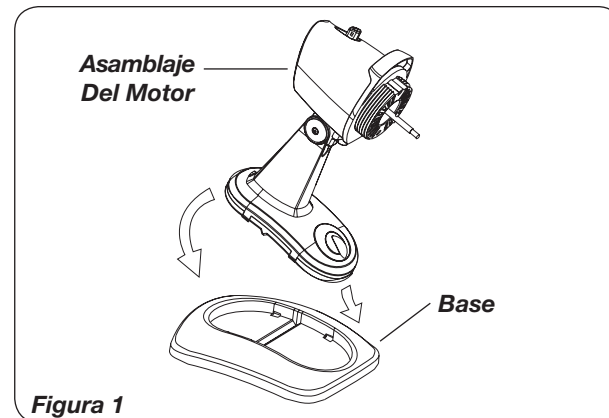

Figura 1
1. Inserte la parte delantera del **Asamblea Del Motor** hacia la parte delantera de la **Base**. Empuje así atrás en el **Asamblea del Motor** y acomodelo completamente en su posición. (Figura 1)